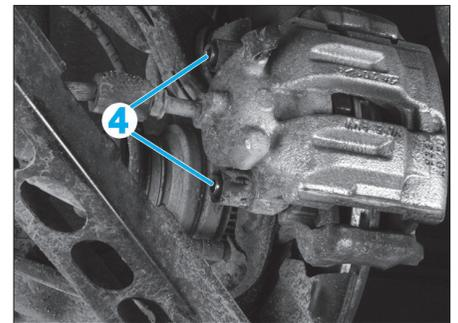

Fig. 12
- les vis de guidage (4) et dégager l'étrier de frein (Fig.12).